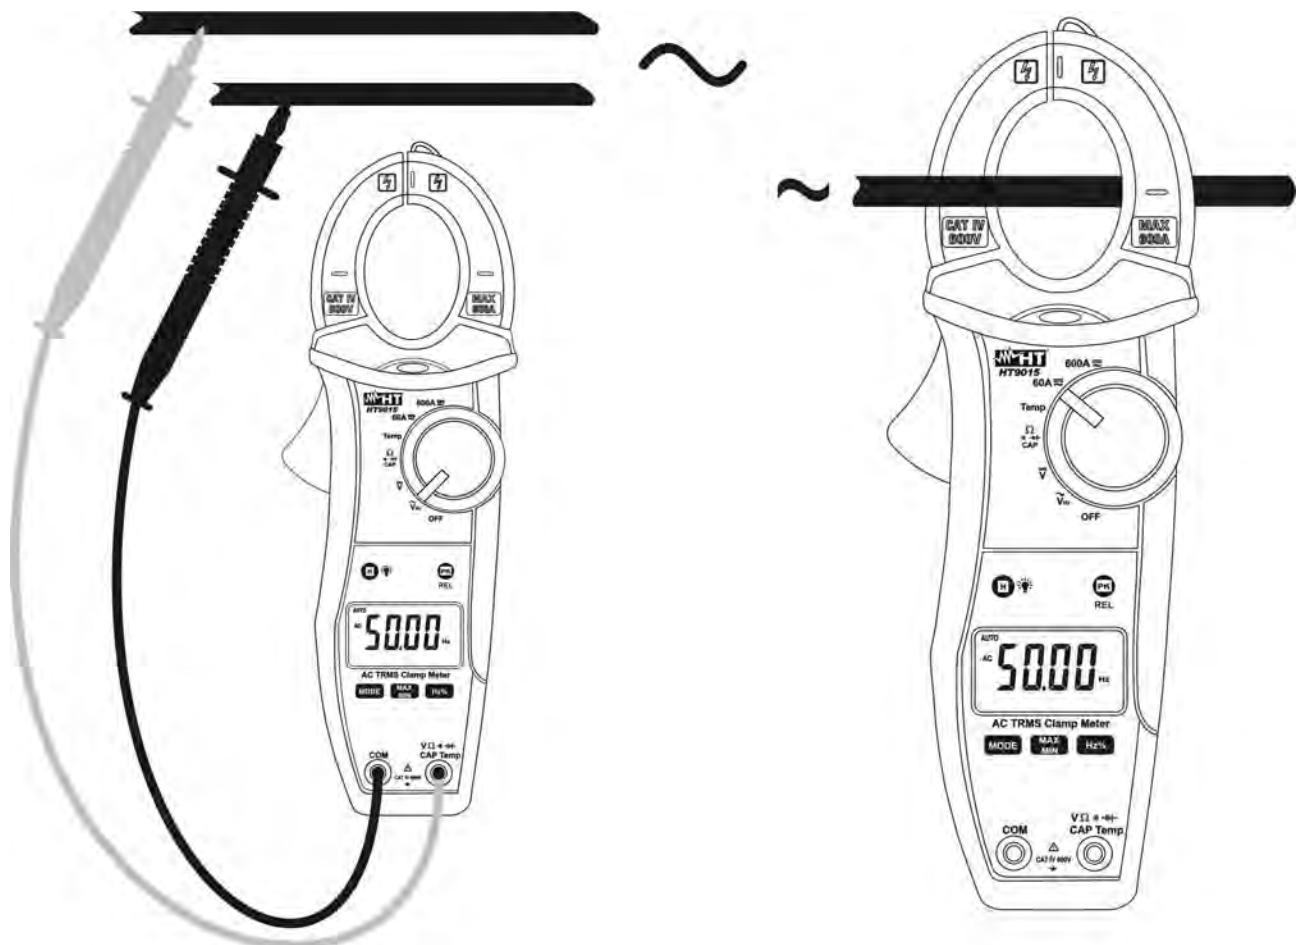

Fig. 10: Uso della pinza per misure di Frequenza e Duty Cycle
- Inserire il cavo rosso nel terminale di ingresso **VΩ% → CAPHz%Temp** e il cavo nero nel terminale di ingresso **COM** (Fig. 10 – parte sinistra) per misura di frequenza con puntali. Inserire la pinza sul conduttore (Fig. 10 – parte destra) per misura di frequenza con toroide. Il valore della frequenza (Hz) o del duty cycle (%) è mostrato a display. Nella misura di frequenza e duty cycle la barra grafica analogica è disattivata